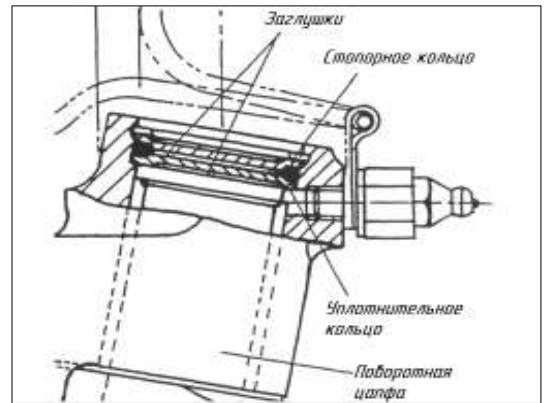

РИС. 295
- 14) Установите уплотнительное кольцо между двумя заглушками и вставьте эту конструкцию в отверстие поворотного кулака. Установите стопорное кольцо и зафиксируйте его (см. рис. 295). Операцию проделать с обеих сторон поворотного кулака.